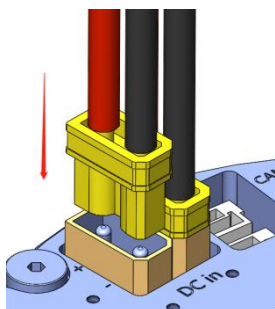
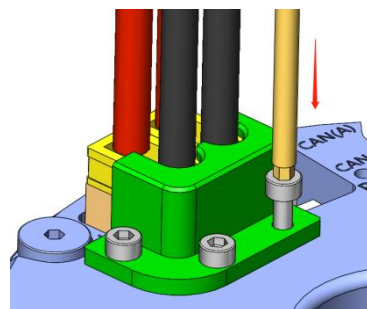

图 5-7 插入电源端子母头
图 5-8 安装电源防松座
2、为避免关节模组在使用过程中受到振动、拉扯等因素造成电源端子松脱以及接触不良，连接电源端子后需要安装电源防松座，安装步骤为：1）电源端子母头焊接好电源线；2）插入电源端子母头（如图 5-7 所示）；3）安装电源防松座并锁紧固定（如图 5-8 所示）。